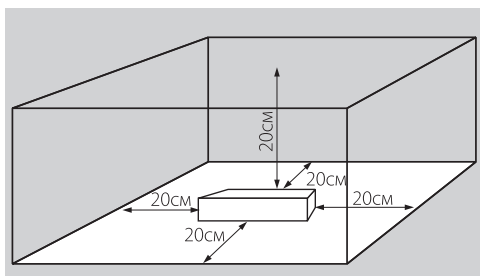

Рис. 1
- 4.2. Для естественной вентиляции обеспечьте свободное пространство вокруг источника питания не менее 20 см, как изображено на Рис.1. При невозможности обеспечить свободное пространство используйте принудительную вентиляцию.